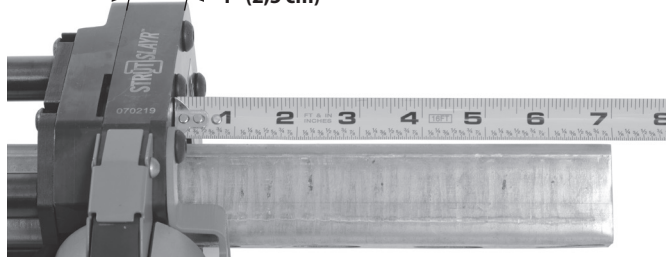

Figura 6B – Misurazione della lunghezza della canalina
- b. Aggiungere 1" (25 mm) alla piastra laterale – misurazione all'estremità della canalina (Figura 6B).